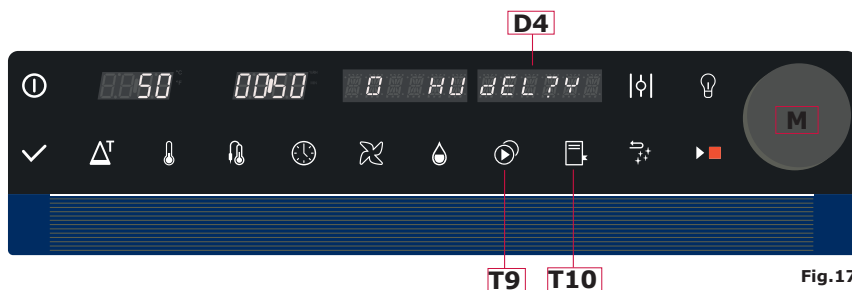

Fig.17
Om du önskar spara de tillförda ändringarna, håll knappen **T10 (Fig.17)** intryckt i 3 sekunder.
3. Håll knappen **T9** (Fig.17) intryckt.
4. Displayen **D4** (Fig.17) kommer att visa: **DEL? N**